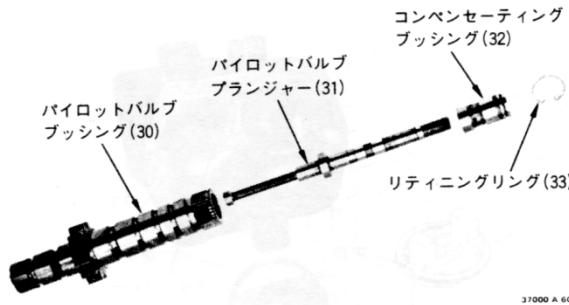
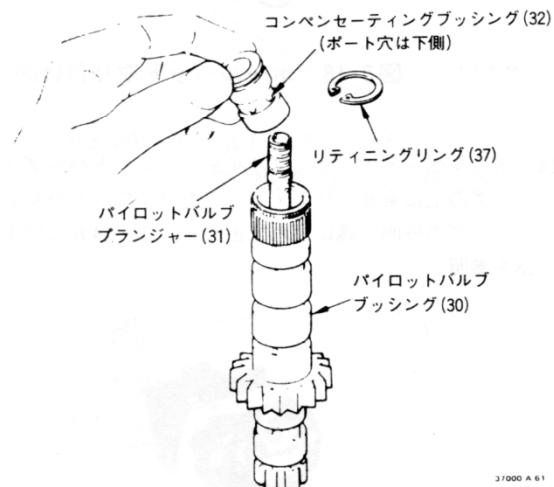

図 3-12. パイロットバルブブッシング組立図
図 3-13. コンベンセーティングブッシング組立図
7. パイロットバルブプランジャー部品を図3-12および図3-13で示すように組立てる。